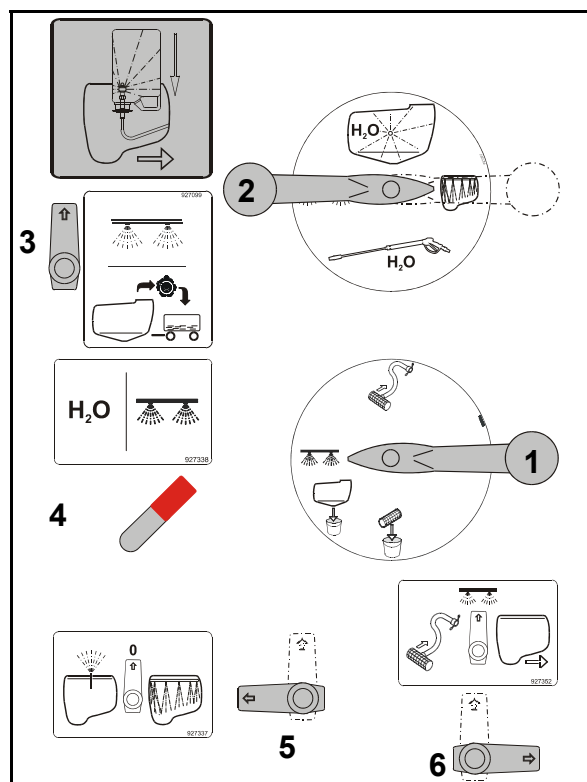

Bild 205
2. Placera VARIO-kran-sug (Bild 205/1) i position "**Sprutning**".
3. Placera VARIO-kran-tryck (Bild 205/2) i position "**Inspolningsbehållare**".
4. Placera omkopplingskranen Sprutning / Sprutvätskabelållaren snabbtömning (Bild 205/3) i position "**Sprutning**".
5. Placera omkopplingskranen Sprutning / Spolning (Bild 205/4) i position "**Sprutning**".
7. Placera omkopplingskranen Ringledning / Dunkrengöring (Bild 205/5) i position "**Dunkrengöring**".
9. Placera omkopplingskranen Sprutning / Sug från inspolningsbehållare / Suganslutning för behållarfyllning (Bild 205/6) i position "**Sug från inspolningsbehållare**", tills innehållet i inspolningsbehållaren är fullständigt insolat.